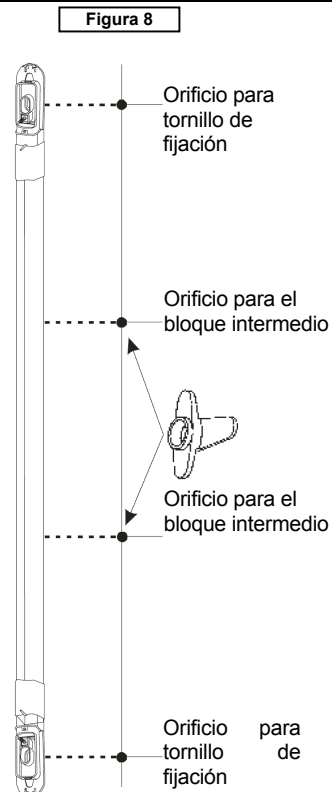

Figura 8
- Después de marcar los orificios para los tornillos de fijación, realizar las perforaciones necesarias para los bloques intermedios (figura 8).